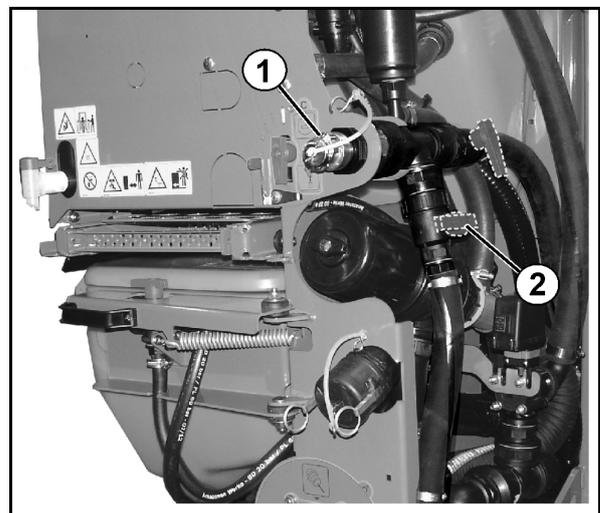

Fig. 39
- Posizione Fig. 39/1:
- Posizione Fig. 39/2: